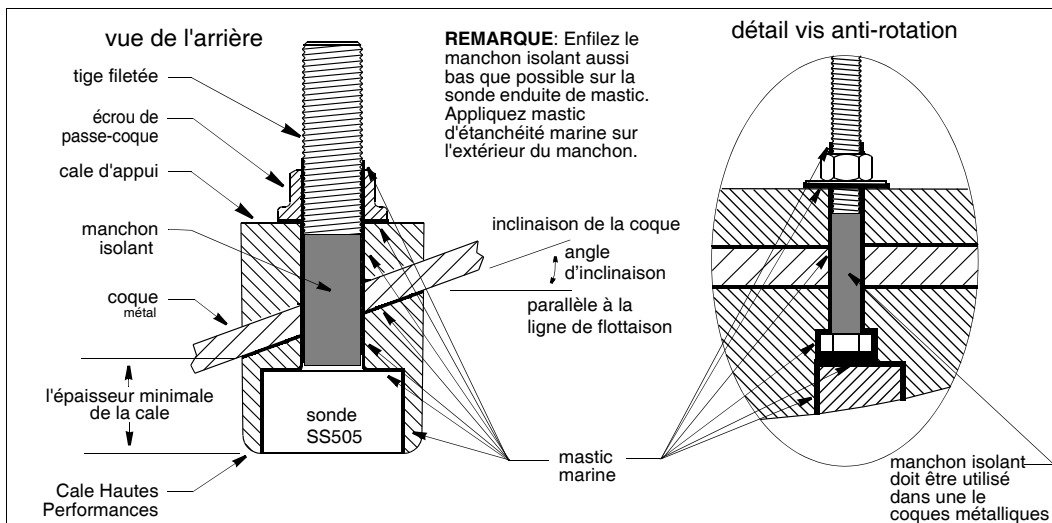

Figure 1. Collage et installation sonde et vis anti-rotation en acier inoxydable sur une coque métallique
1. Mesurez l'angle d'inclinaison de la coque à l'emplacement d'installation sélectionné à l'aide d'un rapporteur (voir Figure 1). Check to be sure the angle does not exceed the maximum allowed (voir Spécifications Tableau 1).
4. Ajustez la position de la butée de coupe de sorte que la cale soit coupée en deux moitiés approximativement égales. Une épaisseur minimale est nécessaire à l'emplacement le plus fin de la cale profilée (voir Figure 1 et Spécifications Tableau 1).
Sonde/tige filetée en acier inox sur une coque métallique—Enfilez le manchon isolant aussi bas que possible sur la sonde enduite de mastic (voir Figure 1). Appliquez une couche de 2 mm (1/16") d'épaisseur de mastic d'étanchéité marine sur l'extérieur du manchon.
Sonde en acier inox sur une coque métallique—Veillez à ce que le manchon isolant soit correctement positionné entre la tige de la sonde et la coque (voir Figure 1). Cependant le manchon isolant doit être en dessous de l'écrou de coque pour ne pas en entraver le serrage.
Vis en acier inox sur une coque métallique—Enfilez le manchon isolant aussi bas que possible sur la sonde enduite de mastic (voir Figure 1 détail). Appliquez une couche de 2 mm (1/16") d'épaisseur de mastic d'étanchéité marine sur l'extérieur du manchon.
Sonde en acier inox sur une coque métallique—Veillez à ce que le manchon isolant soit correctement positionné entre la vis et la coque (voir Figure 1 détail). Cependant le haut du manchon isolant doit être plus bas que le dessus de la cale d'appui afin d'éviter que le manchonnage n'entrave le serrage de l'écrou.